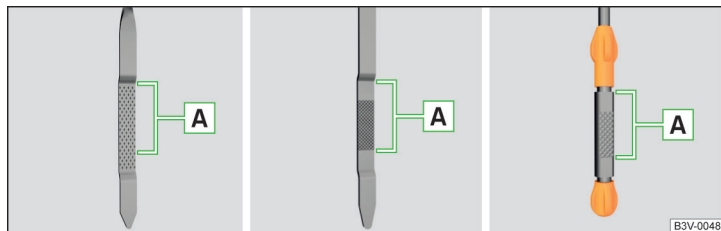

Abb. 229 Prinzipdarstellung: Ölmesstab
Ölmesstab » Abb. 229
- Der Ölstand darf keinesfalls oberhalb oder unterhalb des Bereichs **A** » Abb. 229 liegen - es besteht die Beschädigungsgefahr des Motors sowie der Abgasanlage.